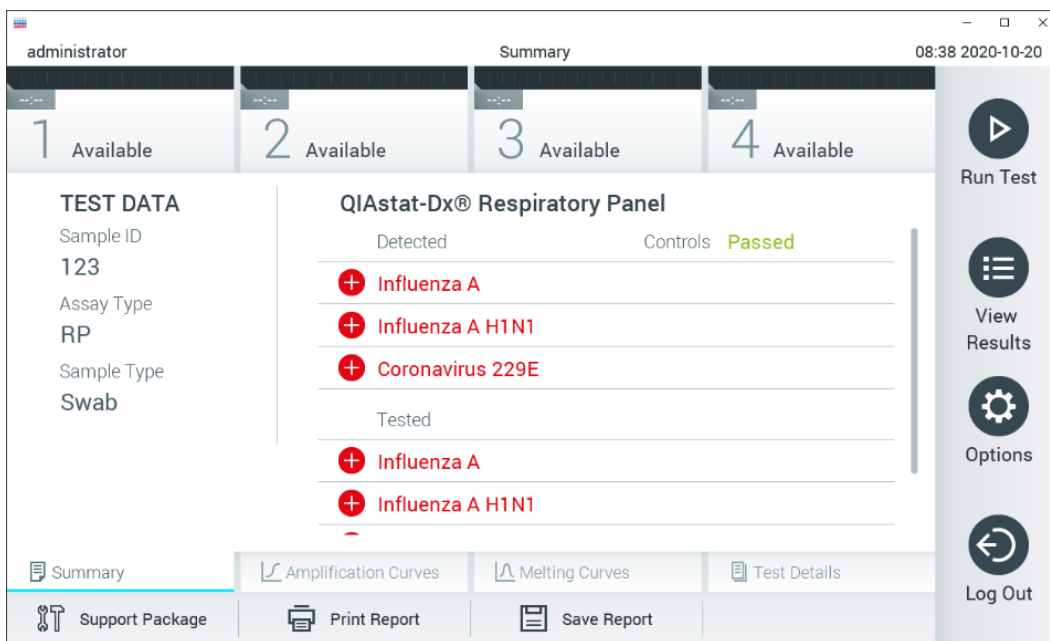

Рис. 30. Екран результатів Summary (Зведення).
11. Після того, як ви виймете картридж для аналізу КВІАстат-ДКс (QIAstat-Dx), з'явиться екран **Summary** (Зведення) (рис. 30). Докладні відомості див. в розділі 5.5.